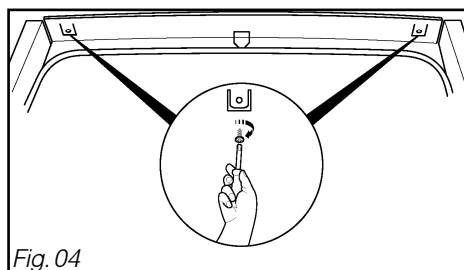

Fig. 04
- Fixar a máquina de lavar louça na área de trabalho da cozinha com dois parafusos, debaixo do retorno de plástico na parte frontal (fig. 04).